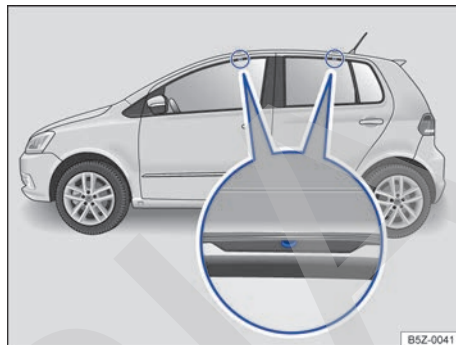

Fig. 77 Puntos de fijación de los soportes básicos del portaequipaje de techo (ambos lados)
Los orificios o marcas de los puntos de fijación de los soportes básicos son visibles con las puertas (delanteras y traseras) del vehículo abiertas y se encuentran a los lados en las vigas del techo → fig. 77 (fragmento ampliado). Los orificios o marcas para fijación detrás se encuentran a en la parte inferior de las vigas del techo → fig. 77 (fragmento ampliado derecho).
- Fije los soportes básicos sólo en las marcas indicadas en la figura → fig. 77.